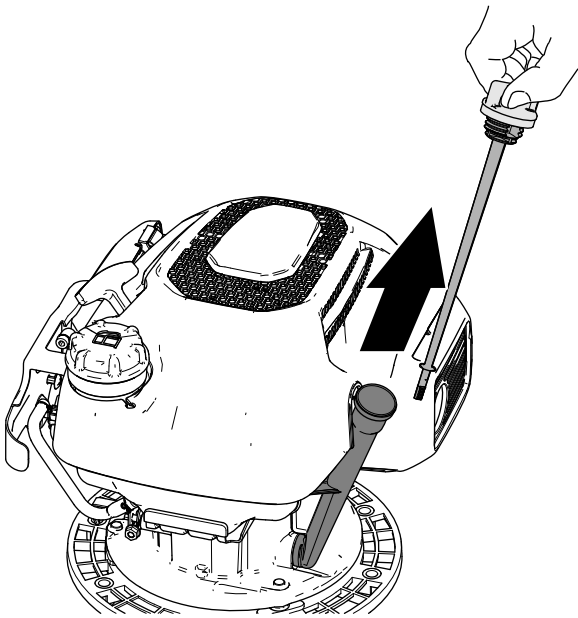

Рисунок 14
2. Извлеките щуп из маслозаливной горловины и протрите его чистой ветошью (Рисунок 14).